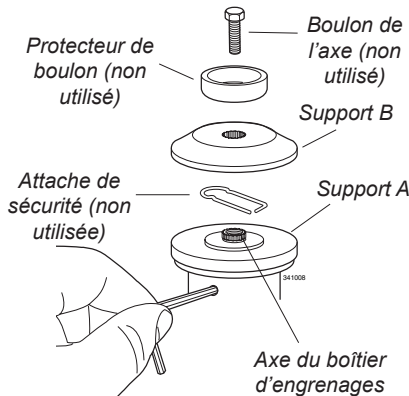

Figure 16
1. Orienter l'arbre de sortie du boîtier d'engrenages vers le haut, puis faire pivoter l'arbre de transmission et le support A jusqu'à ce que l'orifice pratiqué dans le support A soit aligné sur l'orifice correspondant dans la bride du boîtier d'engrenages ; ensuite, fixer le support sur le boîtier d'engrenages en introduisant l'extrémité allongée de la clé hexagonale dans les deux orifices. Voir figure 16.
2. À l'aide de la clé mixte à bougie, retirer le boulon de l'axe, le protecteur de boulon, le support B et l'attache de sécurité. (Le protecteur de boulon, le boulon de l'axe et l'attache de sécurité ne sont pas destinés à être utilisés avec une tête de coupe.) Voir figure 16.